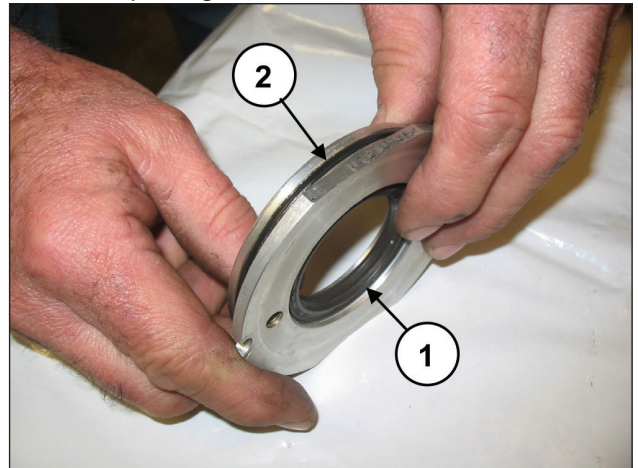

Fig. 130
Remplacer le joint Spi (rep. ①, Fig. 130) et le joint torique extérieur (rep. ②, Fig. 130).